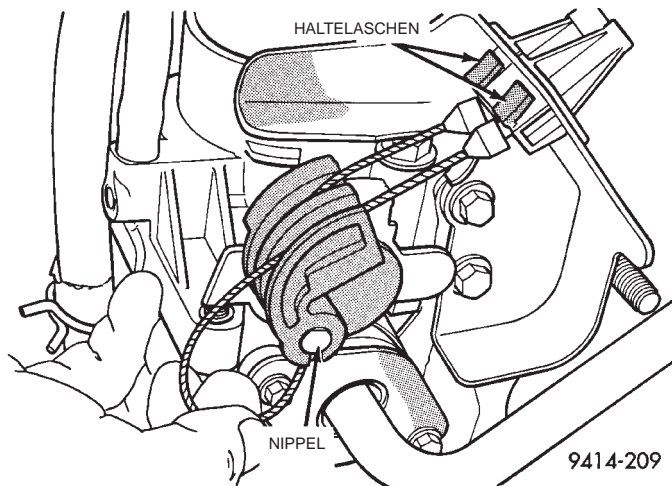

Abb. 7 Gaszug aushängen — Typisch
(1) Tempomat-Seilzug in die Halterung des Gaszugs schieben und Haltelaschen einrasten lassen.
(2) Drosselklappenhebel nach vorn in die vollständig geöffnete Stellung bringen und Nippel des Tempomat-Seilzugs einhängen (Abb. 7).
(3) Drosselklappenhebel nach vorn in die vollständig geöffnete Stellung bringen und Nippel des Gaszugs einhängen.
(4) Seilzug mit dem Halteclip am Servoelement befestigen.
(5) Stehbolzen des Servoelements durch die Öffnungen an der Halterung und am Tempomat-Seilzug stecken.
(6) Befestigungsmuttern aufdrehen und mit 6,7 N·m (60 in. lbs.) festziehen.
(7) Unterdruckschlauch am Servoelement anschließen.
(8) Steckverbinder anschließen.
(9) Servoelement samt Halterung anbauen und Befestigungsmuttern sowie -schrauben festziehen.
(10) Batterie-Minuskabel anschließen.
(1) Tempomat-Seilzug so in die Halterung schieben, daß die Haltelasche in die entsprechende Kerbe an der Halterung geführt wird, dann den Gaszug in die Halterung schieben und die Haltelasche einrasten lassen.
(4) Halterung des Gaszugs anbauen und Befestigungsschrauben festziehen.
(5) Seilzug durch die Halterung führen und mit dem Halteclip am Servoelement befestigen.
(6) Stehbolzen des Servoelements durch die Öffnungen an der Halterung und am Tempomat-Seilzug stecken.
(7) Befestigungsmuttern aufdrehen und mit 6,7 N·m (60 in. lbs.) festziehen.
(8) Unterdruckschlauch am Servoelement anschließen.
(9) Steckverbinder anschließen.
(10) Servoelement samt Halterung anbauen und Befestigungsschrauben festziehen.
(11) Batterie-Minuskabel anschließen.